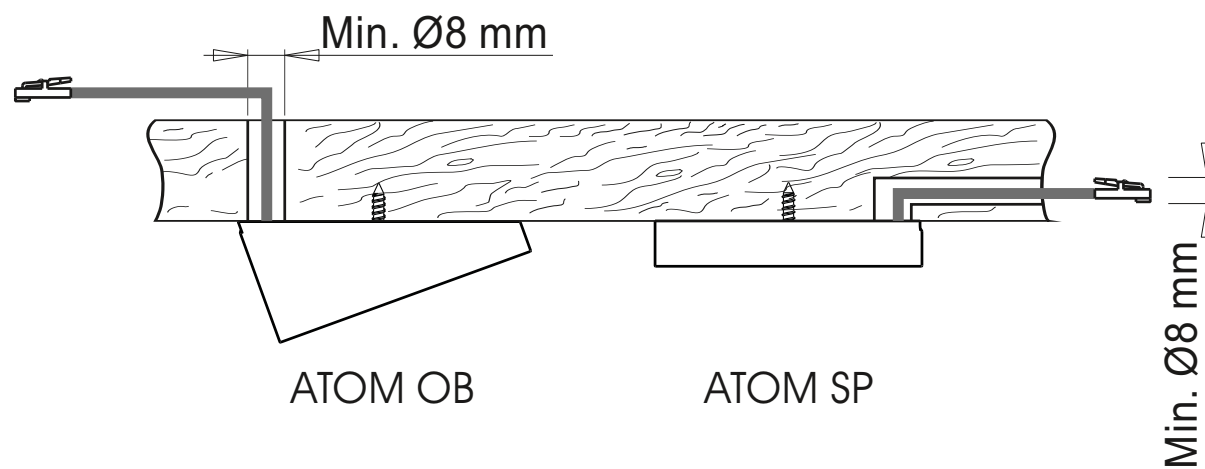

Fig 6
- If necessary, bore a $\varnothing \geq 8\text{mm}$ exit hole for the power supply cable as illustrated in figure 6.
- Für den Austritt des Netzkabels ggf. eine Bohrung mit $\varnothing \geq 8$ mm ausführen (siehe Abb. 6).